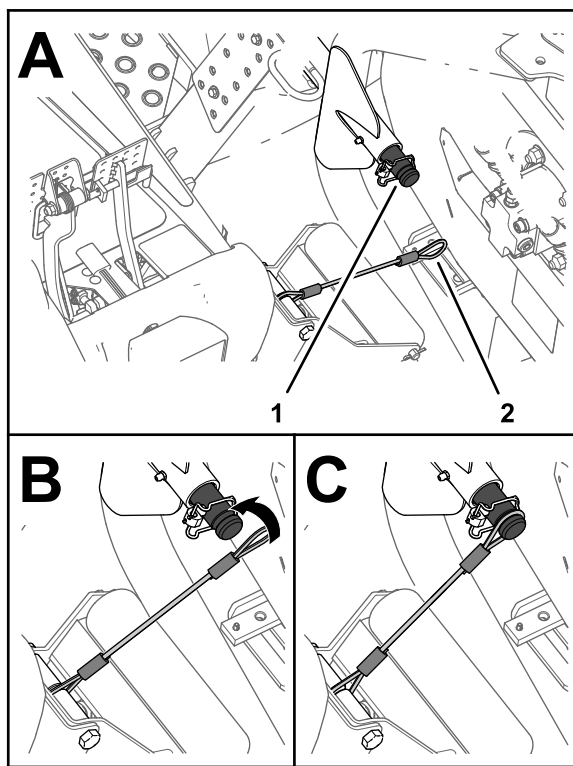

図 40
5. 左右のカッティングユニットの昇降アームのキャリアシャフトにランヤードを取り付ける 図 40。
6. キャリアシャフトの溝にランヤードの輪を掛ける。溝に完全に掛けること 図 40。